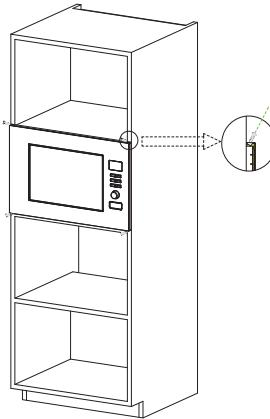

Fig. 2
- b) Utilizzare le viti contenute nell'imballaggio dei componenti per fissare il forno a microonde al mobile. (Fig. 2)